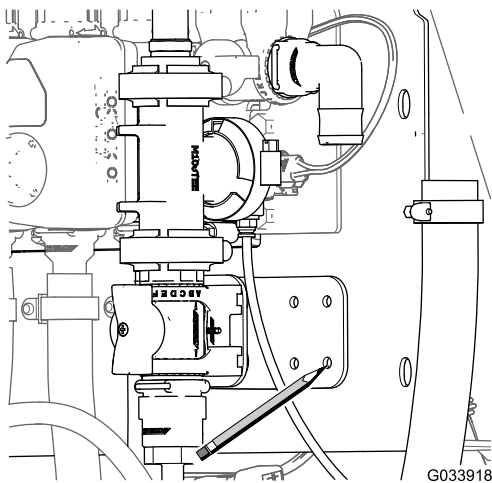

Figura 32
3. Utilizzando la staffa della valvola di regolazione come riferimento, contrassegnate i punti dei fori nella staffa sulla superficie del supporto del collettore (Figura 32).